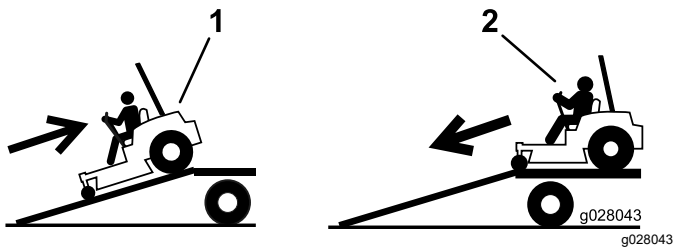

Figure 42
4. Montez la rampe en marche arrière (Figure 42).
2. Descendez la rampe en marche avant (Figure 42).